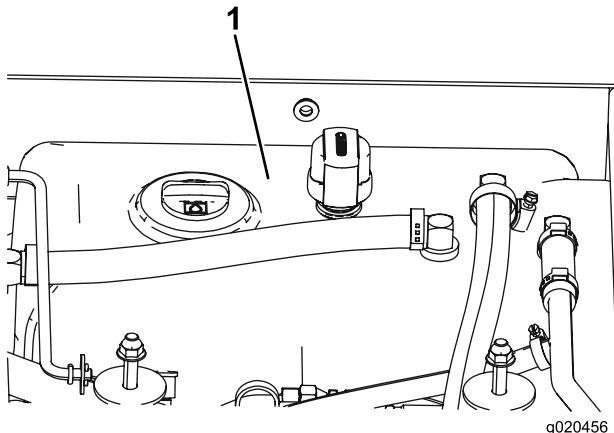

Figura 72
3. Riempite il serbatoio (Figura 72) di fluido idraulico; fate riferimento a Controllo del fluido idraulico.